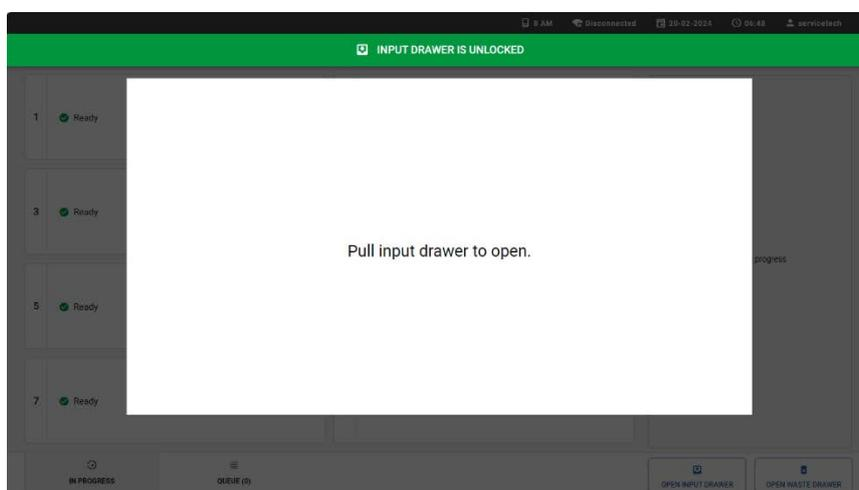

Figura 13. Caixa de diálogo Input drawer open (Abrir gaveta de entrada).
- Quando solicitado, puxe a gaveta de entrada para abrir (Figura 13). Dependendo do status do instrumento, pode demorar um pouco para a gaveta destravar. Observe que a gaveta de entrada será bloqueada automaticamente se nenhuma interação for realizada.